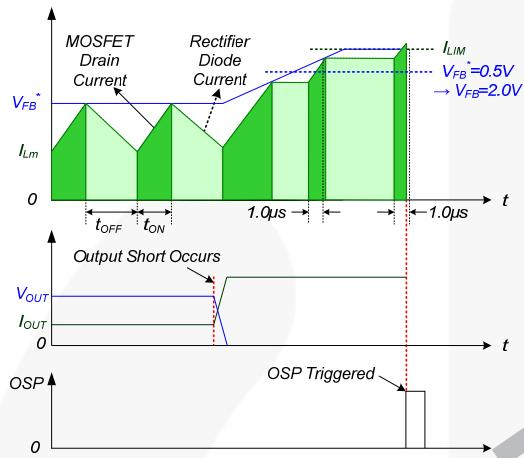

图 23. 输出短路保护
4.3. 输出短路保护 (OSP): 如果输出短路, 在最小导通时间内有一个具有极高 di/dt 的陡波电流流过 SenseFET。关断时, 该陡波电流会在 SenseFET 漏极上产生高压应力。为了防止器件发生异常情况, 需包含 OSP。包括检测 V_{FB} 和 SenseFET 导通时间。当 V_{FB} 高于 2.0 V 且 SenseFET 导通时间少于 1.0 μs 时, FSL117MRIN 认为出现异常状况并关断 PWM 开关过程, 直至 V_{CC} 再次达到 V_{START} 。异常状况输出短路如图 23. 所示。